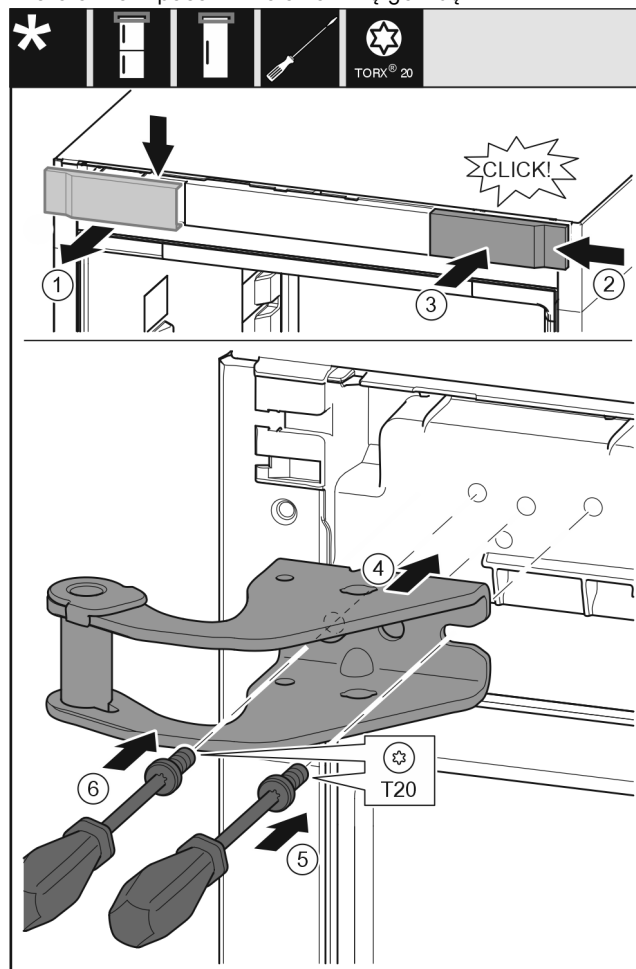

Fig. 8
- ▶ Nuimkite dengiamąją plokštelę iš viršaus į priekį. Fig. 8 (1)
- ▶ Dengiamąją plokštelę, pasukę 180°, užkabinkite kitoje pusėje iš dešinės. Fig. 8 (2)
- ▶ Užfiksuokite dengiamąją plokštelę. Fig. 8 (3)
- ▶ Uždėkite viršutinę atraminę gembę. Fig. 8 (4)
- ▶ Įkiškite varžtą atsuktuvu T20 ir tvirtai prisukite. Fig. 8 (5)
- ▶ Įstatykite varžtą atsuktuvu T20 ir tvirtai prisukite. Fig. 8 (6)